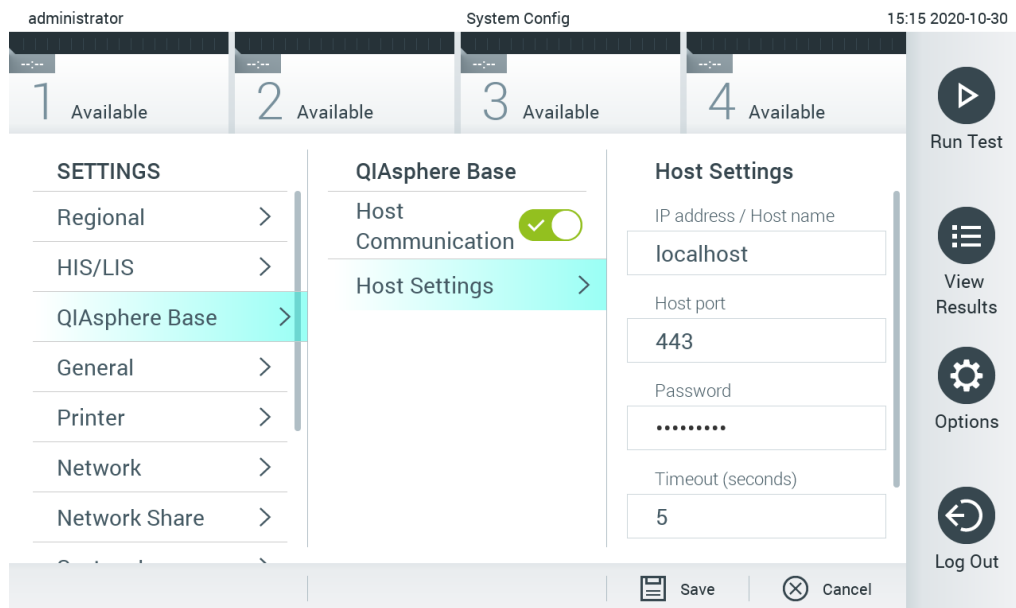

Figura 72. Configurando a conexão do QIASphere Base.
2. Selecione QIASphere Base na lista de configurações na coluna esquerda (Figura 72).